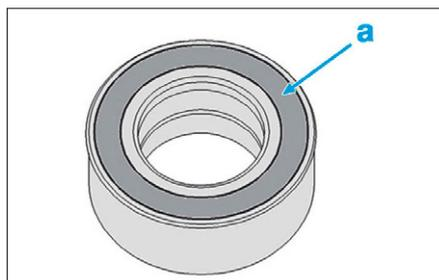

FIG. 44
- Positionner le roulement sur le pivot, face avec roue magnétique intégrée (a) (Fig.44) du roulement côté transmission.